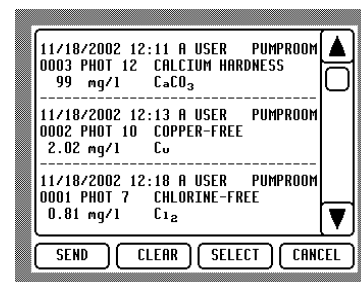

图 16 – 数据记录
- 点击 **Memory** 键，屏幕会显示数据记录界面（图 16）。